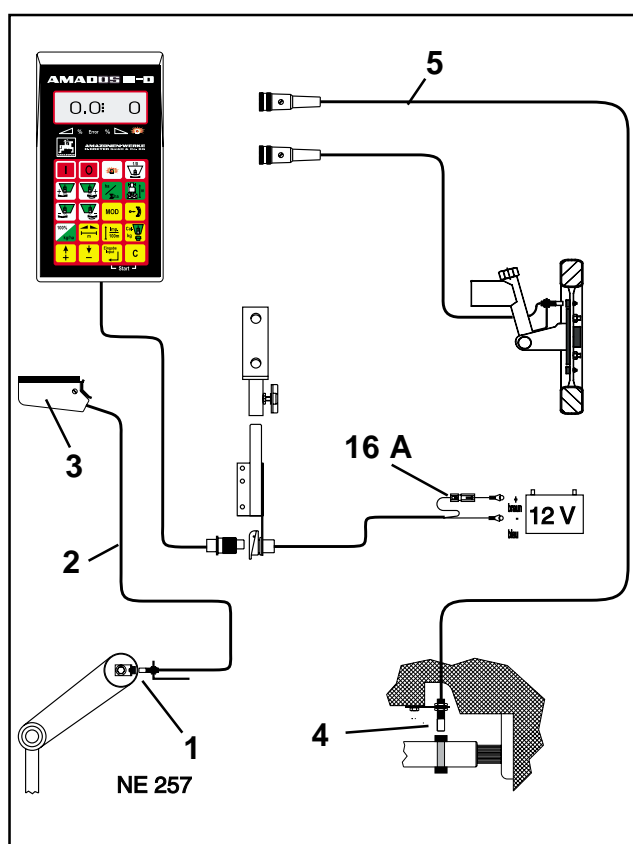

Fig. 15
- Føler "Y" (Fig. 15/1) (arbejdsstilling), med kabel "Y" (Fig. 15/2) og 39- polet maskinstik (Fig. 15/3) og føler "A" (Fig. 15/4) omdr.) med kabel "A" (Fig. 15/5),